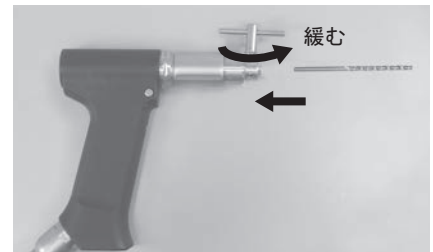

図 8
- ・チャックハンドルを左に回してジャコブスチャックを緩ませ、ドリルを差し込みます。（図 8）